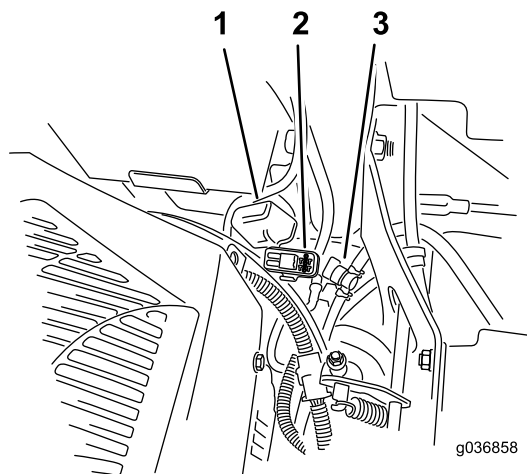

Рисунок 54
Примечание: На машинах с системой подвески MyRide проверьте, чтобы кабель заземления не мог тереться о продольный рычаг подвески или нижнее крепление амортизатора (Рисунок 54).
Предохранители расположены на правой консоли рядом с сиденьем (Рисунок 54).
2. Установите новый предохранитель (Рисунок 54).